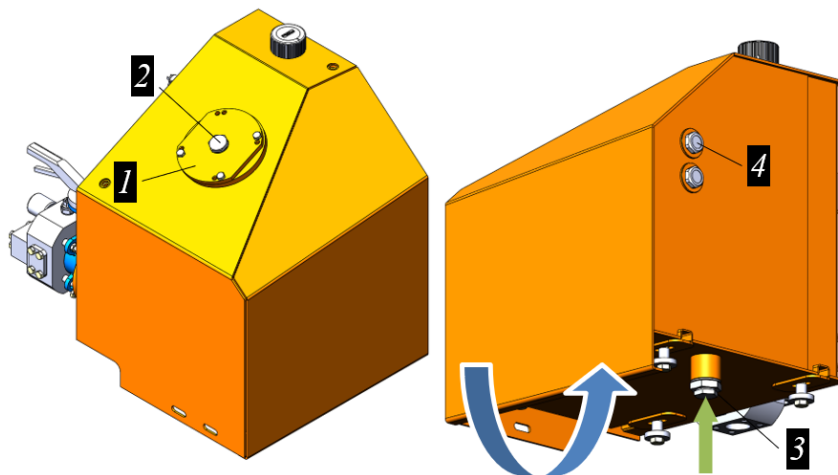

Рисунок 5.87. Процедура слива масла с гидробака
- ▶ Отвернуть пробку 2 крышки фильтра сливной линии 1, предварительно очистив рабочую зону и рядом с ней от загрязнений рис. 5.87.
- ▶ Отвернуть пробку-колпачок 3 со сливного клапана на нижней стороне гидравлического бака, см. рис. 5.87 (показано стрелкой).
- ▶ Навернуть пробку-колпачок 3 на сливной клапан гидравлического бака, рис. 5.87.
- ▶ Через фильтр в линии слива заправить бак гидравлическим маслом. Заправку производить до отметки максимум (середина верхнего смотрового окна 4), см. рис. 5.87.
- ▶ Навернуть пробку 2 на крышку фильтра 1, рис. 5.87.